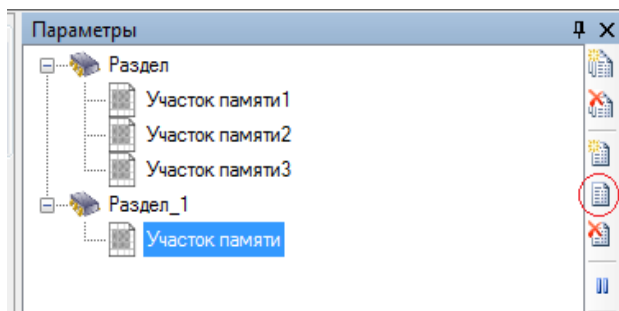

Рисунок 5.45
1) выделить участок в «дереве» разделов панели **Параметры** и нажать кнопку  (см. рисунок 5.45), либо двойным щелчком по участку в «дереве» разделов;